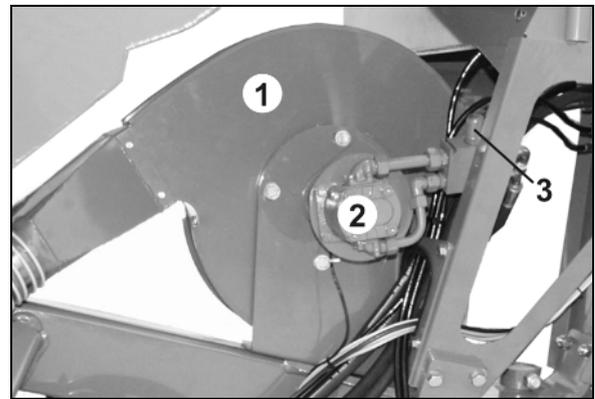

Fig. 28
Le moteur hydraulique (Fig. 28 / 2) entraîne la turbine (Fig. 28 / 1) et génère un flux d'air. Le flux d'air convoie la semence depuis le canal d'injection jusqu'aux socs.
- au niveau de la valve de limitation de pression (Fig. 28 / 3) du moteur hydraulique.